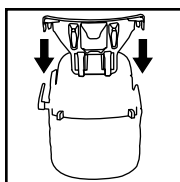

FIGURA 1
2. Con la parte posterior de la unidad mirando hacia usted, tome el porta-herramientas y colóquelo con las lengüetas mirando hacia la parte posterior de la cubierta del depósito. **FIGURA 1.**